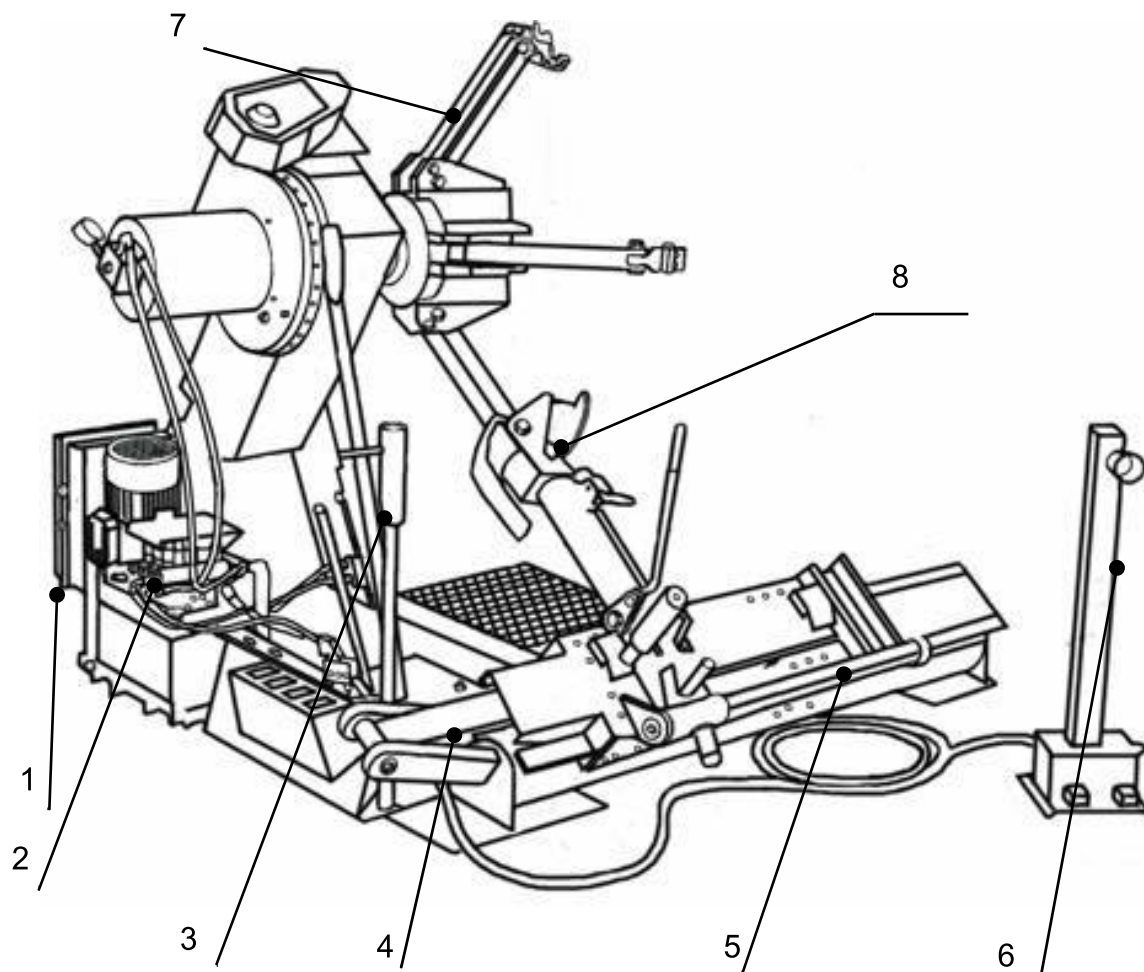

Рисунок 1 Стенд шиномонтажный грузовой
4.2.1 Стенд представляет собой стационарное устройство с электрогидроприводом. Конструкция станда (см. Рисунок 1) включает в себя станину 4, на которой уста-
Станина представляет собой сварную несущую конструкцию, имеющую направляющую (для перемещения по ней каретки). Каретка 5 (см. Рисунок 1) предназначена для закрепления в необходимом положении инструмента монтажа и для перемещения его в плоскости, параллельной оси колеса.
Рисунок 1), представляет собой сварную конструкцию, в подшипниках скольжения которой установлен (с возможностью вращения) шпиндель, на переднем торце которого закреплена чашка, несущая четырехзвенный параллелограммный механизм зажима 8 обода.